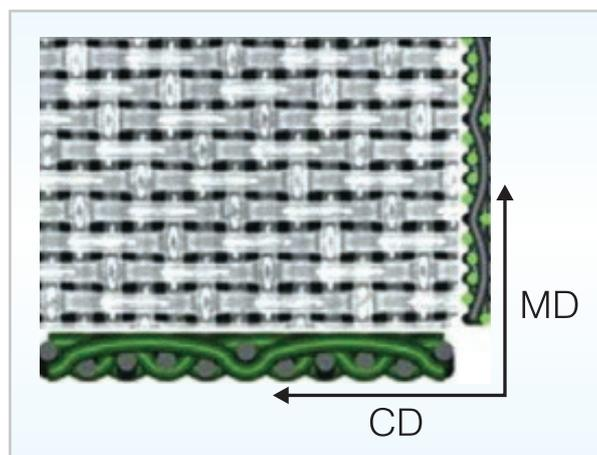
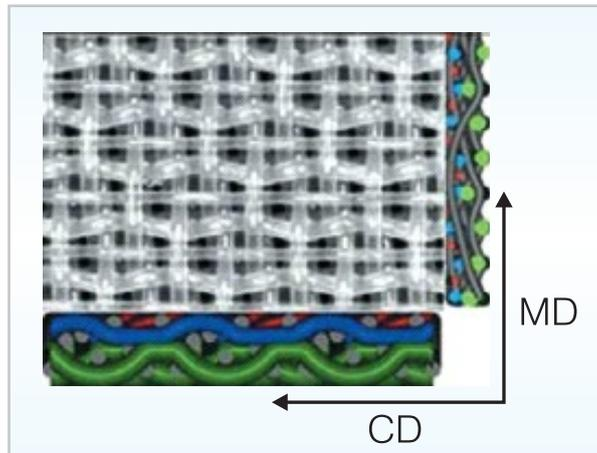
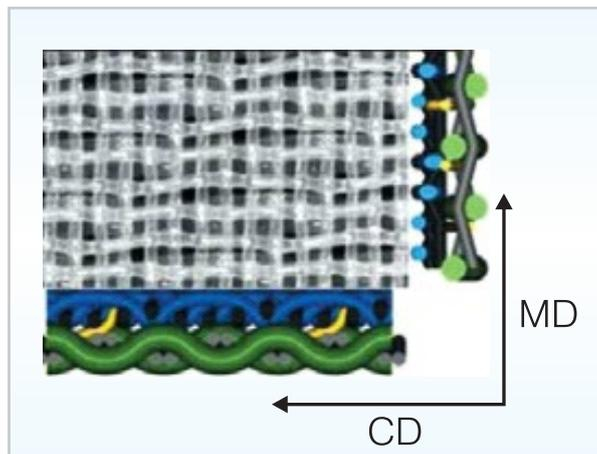

Figura 1: *Capa simple*
Figura 2: Doble capa y media
Figura 3: Triple capa (Hilo de amarre CD)
**Estilo de la tela.** Actualmente, las telas formadoras son fabricadas en diferentes estilos o diseños. Los principales estilos hoy en día en la industria de papel *tissue* son: capa simple (figura 1), doble capa y media (figura 2) y triple capa (figura 3). Los diseños de capa simple, se construyen con tramas formadas por un hilo en el sentido MD por cada hilo en el sentido CD. Los de doble capa y media, tienen en la trama un hilo en el sentido MD por cada tres hilos en el sentido CD. Estos, se ubican sobre los hilos longitudinales con dos hilos apilados y uno de menor diámetro en la superficie superior, posicionados cada dos filamentos. El estilo correspondiente a triple capa, está hecho con dos hilos en el sentido MD y dos/tres en el sentido CD. En realidad, este diseño es la unión de dos modelos de capa simple, entrelazados por un hilo en el sentido CD o MD.